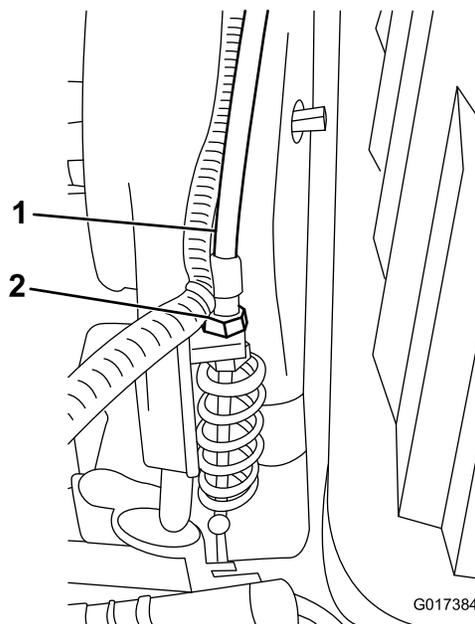

图51
3. 在变速箱隔板上，调整滚刀控制装置拉线（图51），使弹簧长度达到 70.6~72.4mm。